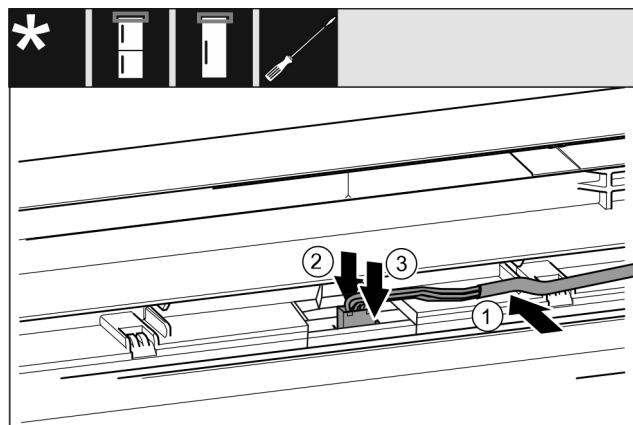

Fig. 45 Kombinace chladničky s mrazničkou / mrazničky / chladničky*
- Kabel Fig. 45 (1) vložte do vedení v horních dvířkách.*
- Západku Fig. 45 (2) zatlačte dozadu.*
- Zaklapněte zástrčku Fig. 45 (3).*